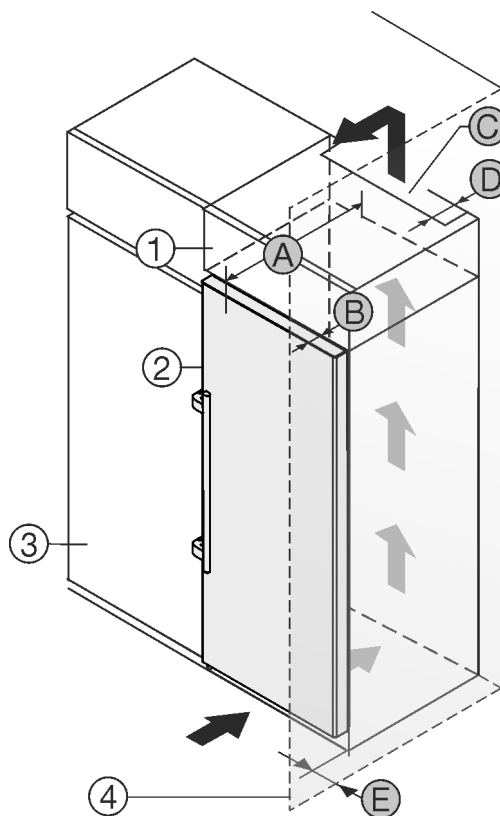

Fig. 1
Du kan ställa apparaten direkt bredvid köksskåpet Fig. 1 (3).
Bakom överskåpet måste det finnas en luftspalt med djupet Fig. 1 (D) längs hela överskåpets bredd.
Under taket måste angiven ventilationsprofil Fig. 1 (C) följas.
Om du placerar apparaten med gångjärnen bredvid en vägg Fig. 1 (4) måste avståndet mellan apparaten och väggen vara minst 57 mm. Detta motsvarar hur mycket handtaget sticker ut med öppen dörr.
För att dörren ska kunna öppnas helt måste apparaten sticka ut från köksskåpets front med samma mått som dörrens djup Fig. 1 (B). Beroende på köksskåpens Fig. 1 (3) djup och om väggavståndshållare används kan skåpet skjuta ut ännu mer.